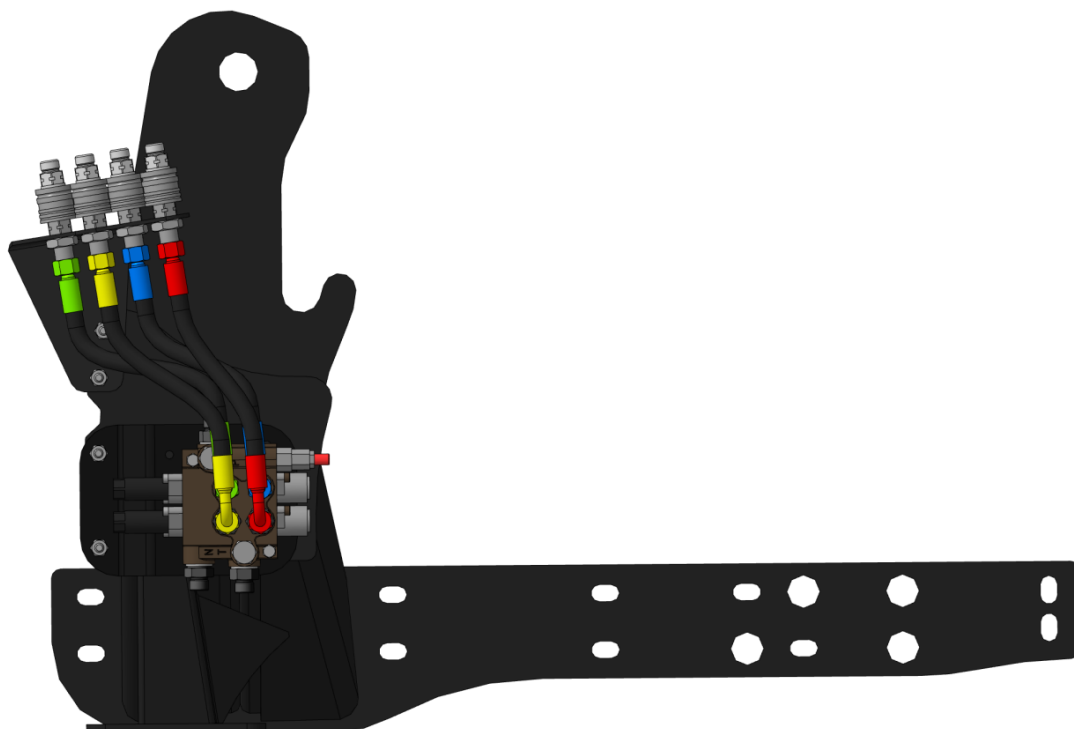

Рисунок 2.4
2.2.2.7 Присоединить 4 РВД питания гидросистемы погрузчика угловыми концами с гайкой М20х1,5 к адаптерам и переборочным, ввернутым в рабочие порты гидрораспределителя (рис. 2.4). Прямые концы с гайкой М20х1,5 РВД питания гидросистемы погрузчика навинтить на ранее установленные муфты БРС.